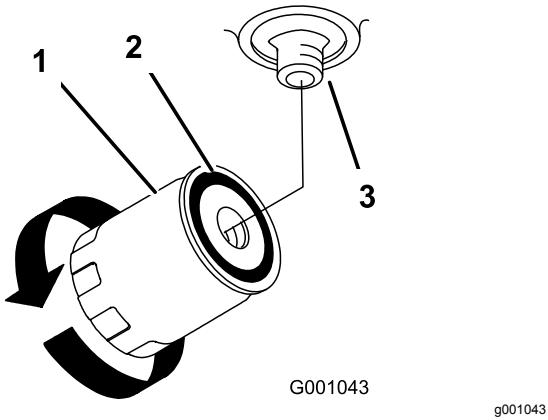

Figure 73
4. Déposez le filtre usagé et essuyez la surface du joint de l'adaptateur (Figure 73).
- Tournez le filtre dans le sens horaire jusqu'à ce que le joint touche l'adaptateur, puis donnez 1/2 tour supplémentaire (Figure 73).